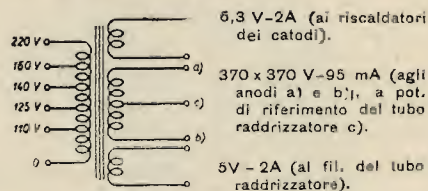

Fig. 68
6. Schema elettrico del trasformatore di alimentazione. I dati di cui sopra determinano la struttura di principio del trasformatore. Essa è pertanto riportata nella fig. 68. Il secondario di alta tensione è costituito da due avvolgimenti simmetrici rispetto ad un centro elettrico, in quanto è stabilito, a priori, di effettuare il raddrizzamento delle due semialternanze. Ciascun semiavolgimento è con ciò percorso da metà della corrente complessiva, in quanto si ha corrente solo durante una semialternanza.